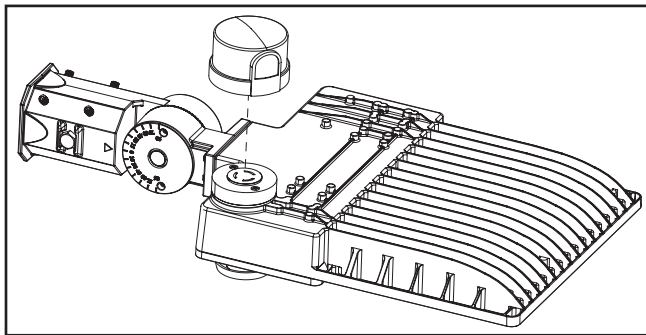

Figure 11.
- Insérez l'interrupteur photoélectrique (ou fiche de mise en court-circuit) dans le réceptacle et tournez-le pour le verrouiller en place (figure 11).